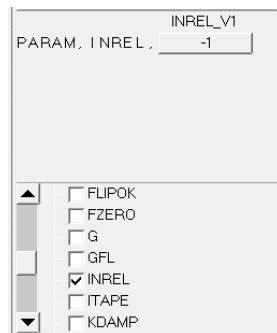

图 8-6 选择数值
(1) 从 Analysis 页面选择 control cards。
(2) 单击两次 next 按钮，再单击 PARAM，然后拉动滚动条选择 INREL。
(3) 在 INREL_V1 下选择-1，如图 8-6 所示。
(4) 单击两次 return 按钮回到主菜单。